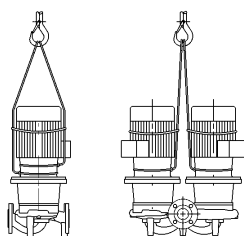

Fig. 3: Placering af transportwirer
- Transportringene på motoren er kun beregnet til at styre i forbindelse med lastoptagning (fig. 3).